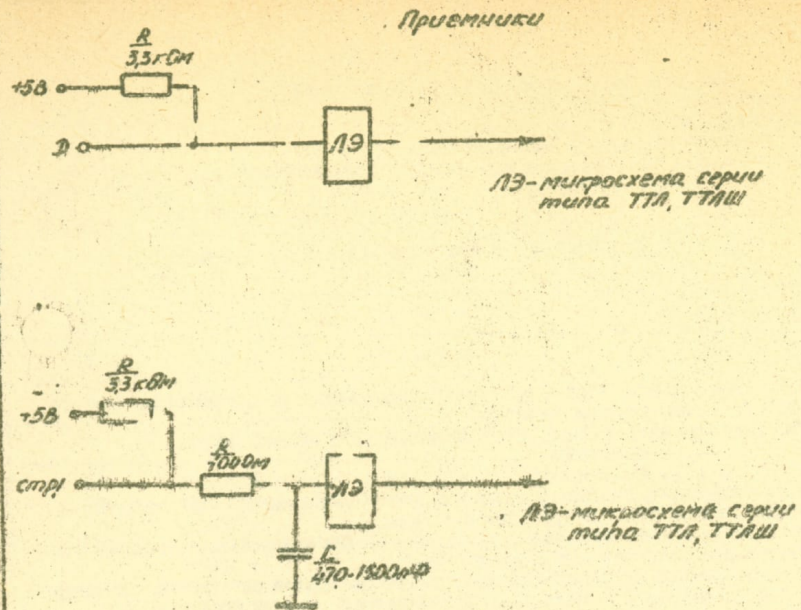

Рис. 4
7.6. ВХОДНЫЕ И ВЫХОДНЫЕ ЦЕПИ ИНТЕРФЕЙСНЫХ СИГНАЛОВ ПОКАЗАНЫ НА РИС.4.